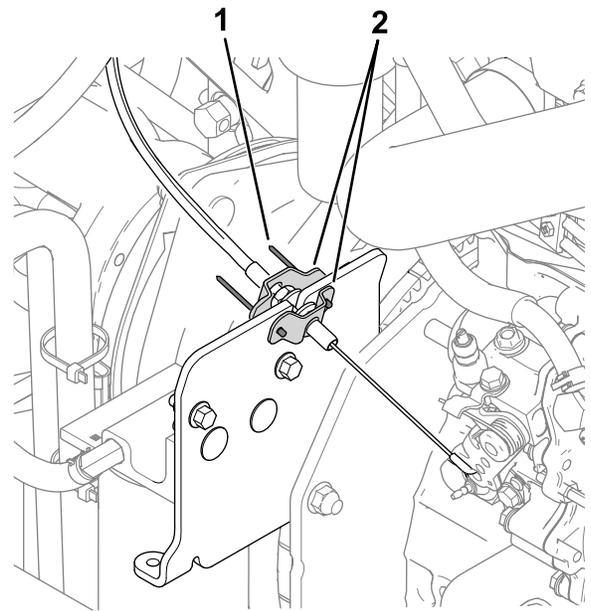

Figure 8
- 8. Utilisez 2 rivets (1/8") pour installer les protège-câbles autour des écrous de blocage du câble d'accélérateur (Figure 8).